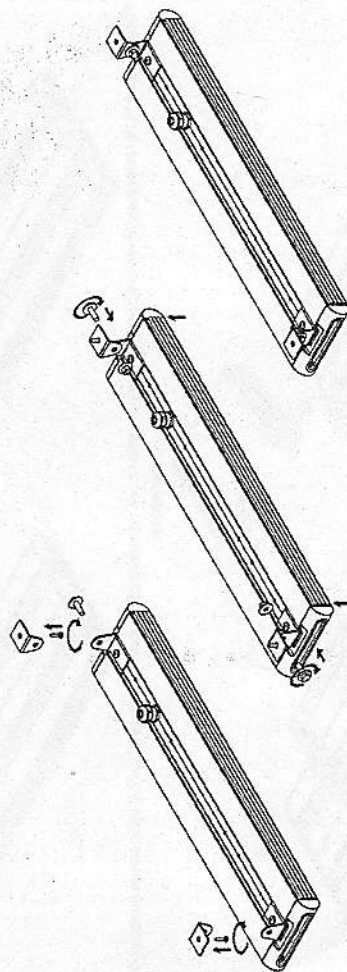

Рисунок 13 – Установка светильника при помощи крепления Уголок для накладного монтажа.
5.11.4. Закрепите ответную часть крепления на монтируемой поверхности (см. рисунок 13).